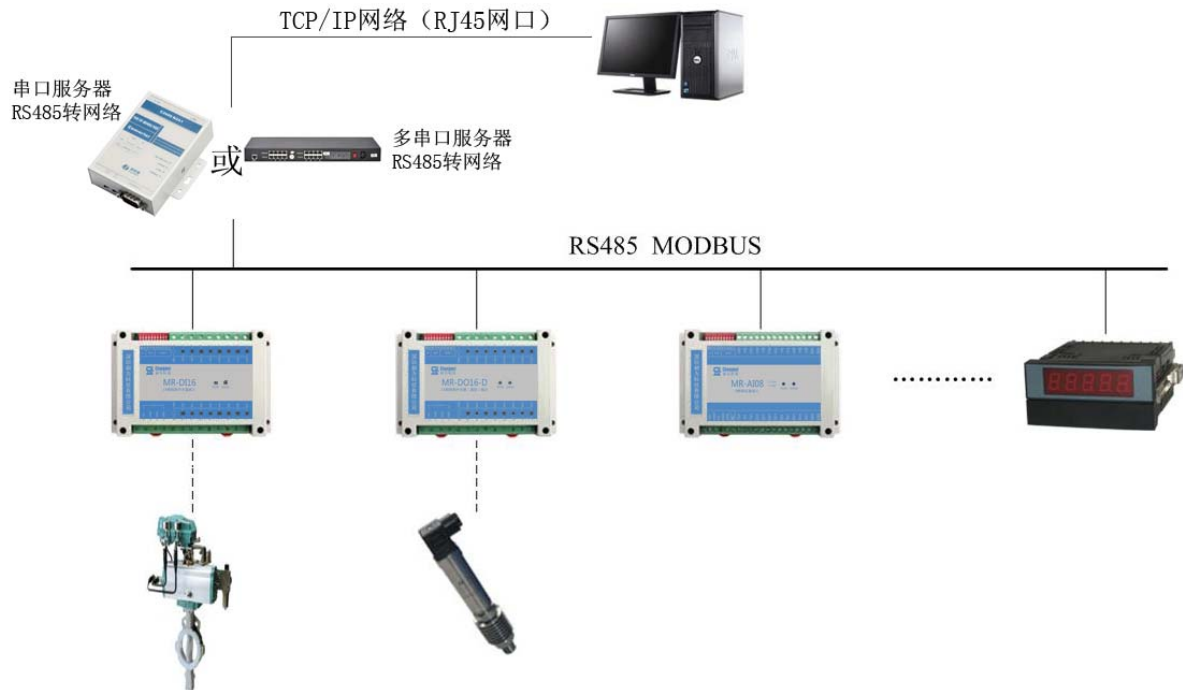

图 3.3 主机通过网络与 MR 模块通讯的应用示例
(3) MODBUS 主机只有网口而没有串口 (RS232 和 RS485) 的情况下, 若现场网络相通, 可在 MR 系列 IO 模块一侧增加串口服务器, 将 RS485 转网络后, MODBUS 主机通过网络与 MR 系列模块进行通讯 (主机使用虚拟串口或 socket 透传 Modbus RTU 协议), 其应用的系统结构如图 3.3 所示: